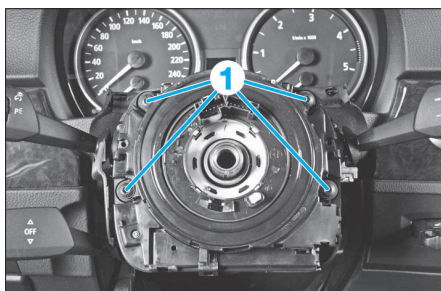

FIG. 4
- Déposer les vis de fixation (1) du contacteur tournant (Fig.4).